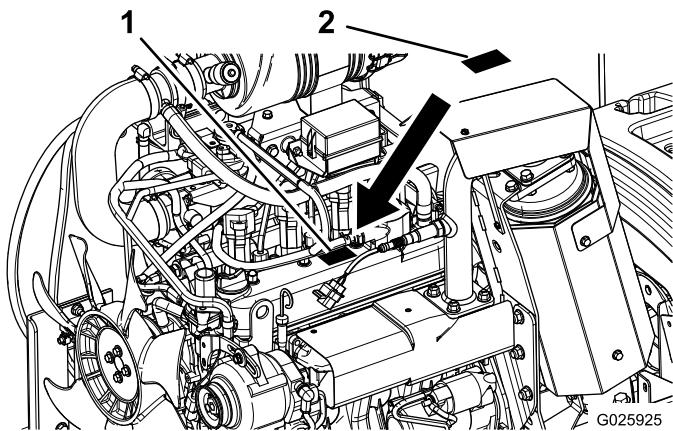

Figura 15
2. Coloque la pegatina de emisiones del motor de Kubota encima de la pegatina existente, en la tapa de válvulas del motor (Figura 15).